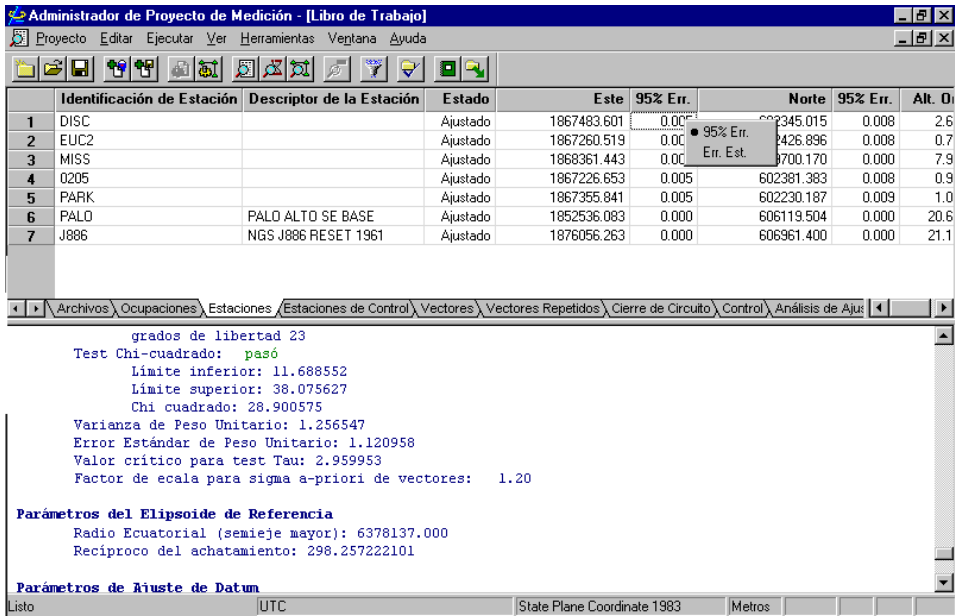

Figura 12.17. 95% de Error
- Para ver el 95% o 2 sigma de incertidumbre en posición, haga click con el botón derecho de su mouse en una de las columnas Error Estándar y seleccione **95%** (Figura 12.17).